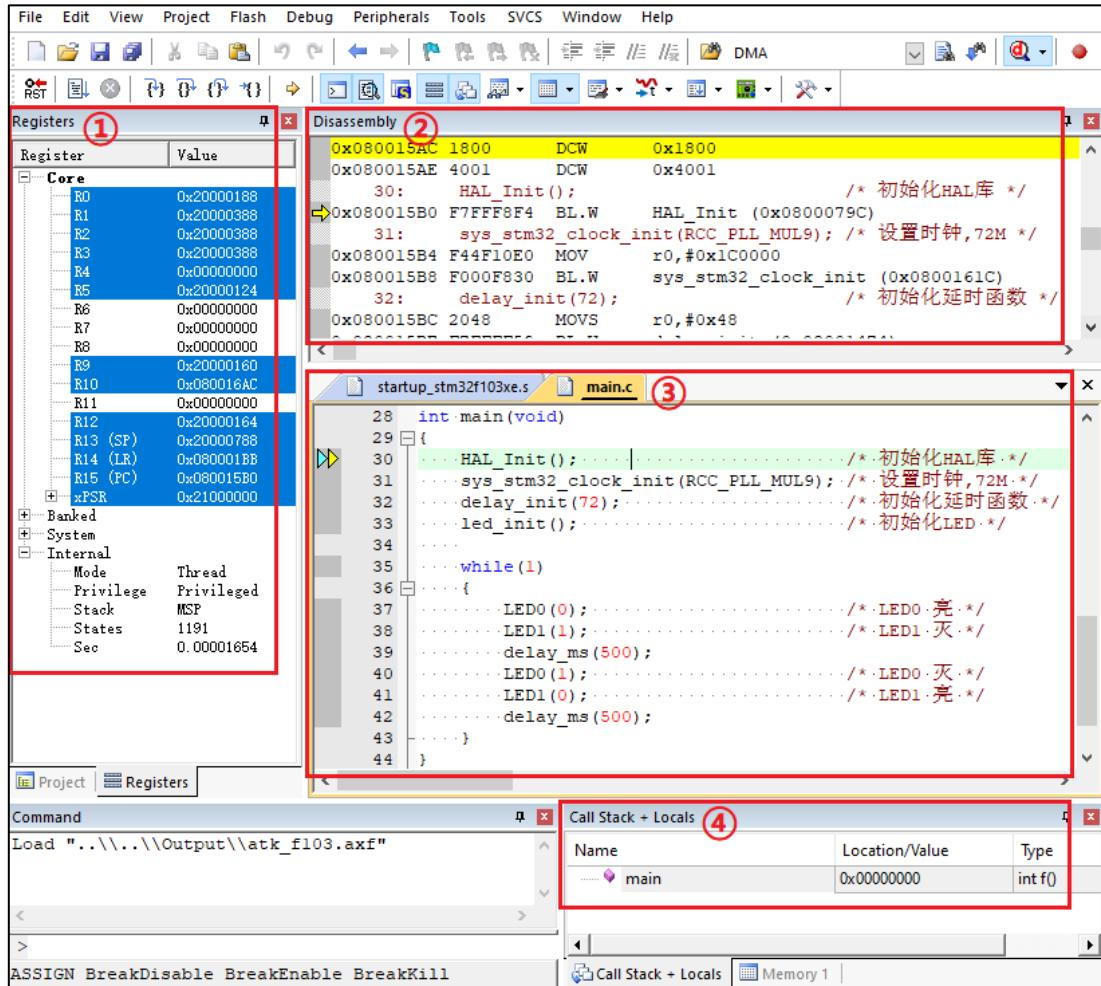

图 2.2.1 开始仿真
在正常编译完例程以后（0 错误，0 警告），点击：①（开始/停止仿真按钮），开始仿真（如果开发板的代码没被更新过，则会先更新代码（即下载代码），再仿真），如图 2.2.1 所示：